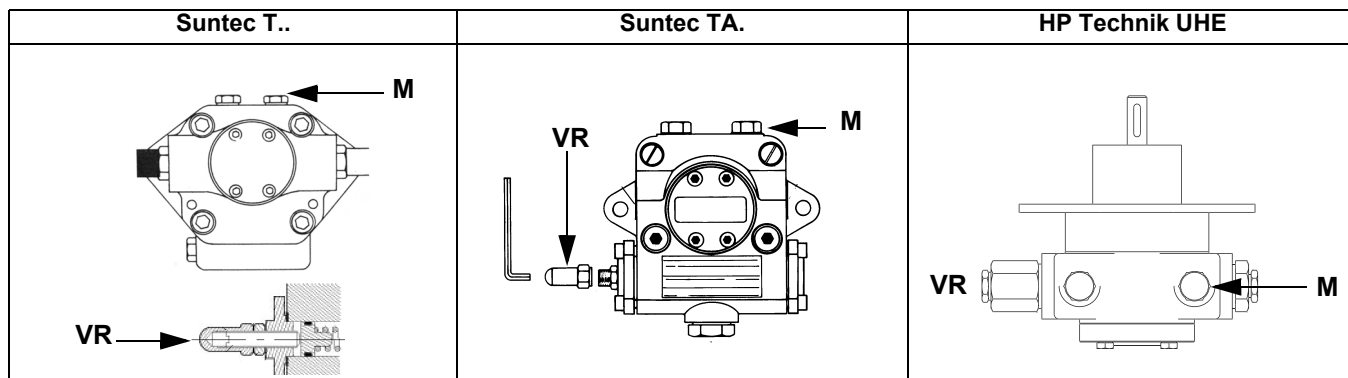

Рис. 10
ВНИМАНИЕ: установка выходного давления регулятора VD-R осуществляется воздействием на регулировочную кольцевую гайку (рис. 10). Положение индикатора на циферблате показывает значение давления на выходе, рассчитанное в процентах от полной шкалы PS датчика (рис. 11).
- 3 выпустить воздух со штуцера (**M**) манометра насоса (Рис. 10), расслабив слегка заглушку, но не снимая ее; затем отпустить контактор;